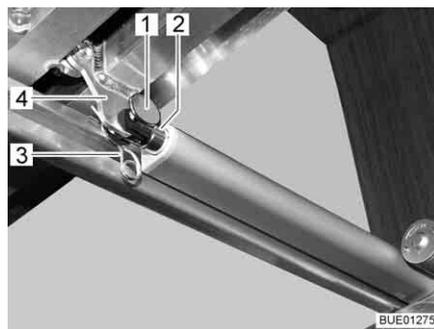

Bild 93 Antrieb
- Verbindung (z. B. Stift und Federstecker (Bild 93,1 und 3)) zwischen Schubstange (Bild 93,2) und Lattenrost (Bild 93,4) trennen.